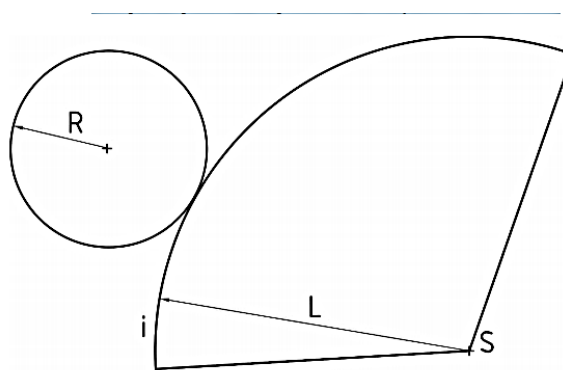

Рисунок 14 . Развертка конуса
- угол развертки боковой поверхности конуса определяется по формуле:  $\alpha = (360 \times R) / L$ , где  $R$  – радиус основания конуса,  $L$  – длина образующей конуса в любом месте на полученной дуге построить основание конуса с окружностью радиуса  $R$  (рис. 14).